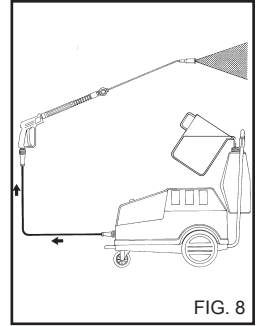

FIG. 8
Dopo l'uso di un detersivo il circuito di aspirazione deve essere risciacquato con acqua pulita, (fig. 8).
1) Dopo l'uso con detersive, risciacquare il circuito di aspirazione; infilare il tubo di aspirazione (fig. 8) detersivo in una tanica di acqua pulita e far funzionare la pompa per 1 minuto a rubinetto dosaggio completamente aperto e lancia in fase erogazione detersivo.
- 4) Dopo l'uso con detergente, risciacquare il circuito di aspirazione; infilare il tubo di aspirazione (fig. 8) detergente in una tanica di acqua pulita e far funzionare la pompa per 1 minuto, e lancia in fase erogazione detergente.